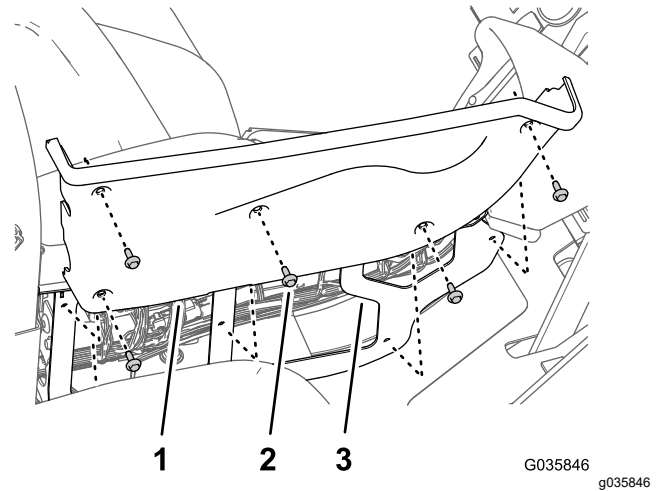

Figura 38
1. Retire los 5 pernos con arandela prensada ($\frac{1}{4}$ " x $\frac{3}{4}$ ") que sujetan la cubierta a la derecha de la consola central (Figura 38).
2. Retire los interruptores basculantes de los controles de elevación de brazo izquierdo y derecho del panel de la consola central (Figura 38).
6. Alinee los taladros de la cubierta derecha con el bastidor de la consola central (Figura 38).
7. Fije la cubierta lateral en la consola central (Figura 38) con los 5 pernos con arandela prensada ($\frac{1}{4}$ " x $\frac{3}{4}$ ") que retiró en el paso 1.